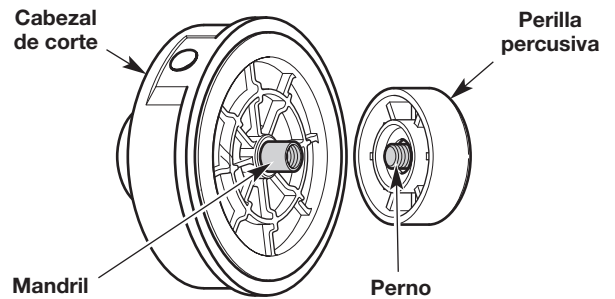

Fig. 27
- Mantenga el cabezal de corte en su lugar (Fig. 27). Gire la perilla de impacto en el sentido de las agujas del reloj para desenroscarla del cabezal de corte (Fig. 27).
- Inspeccione el perno que está dentro de la perilla de impacto para comprobar que se mueva libremente (Fig. 27). Reemplace la perilla de impacto si está dañada.
5. Mientras sujeta el carrete interior y la bobina exterior juntos, enrosque la perilla de impacto en sentido contrario a las agujas del reloj (Fig. 27). Ajuste firmemente la perilla de impacto.